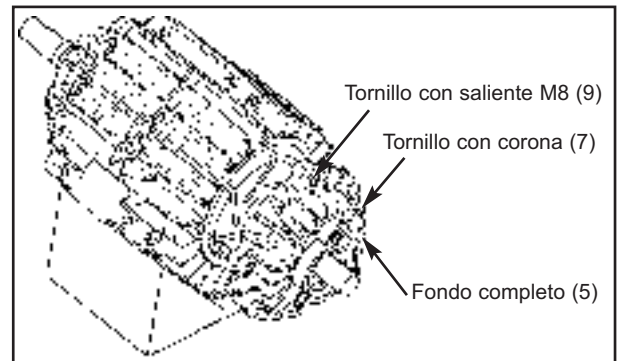

Figura 27
5. Instale el segundo fondo completo siguiendo las instrucciones de la etapa 2 ; ver la figura 27.